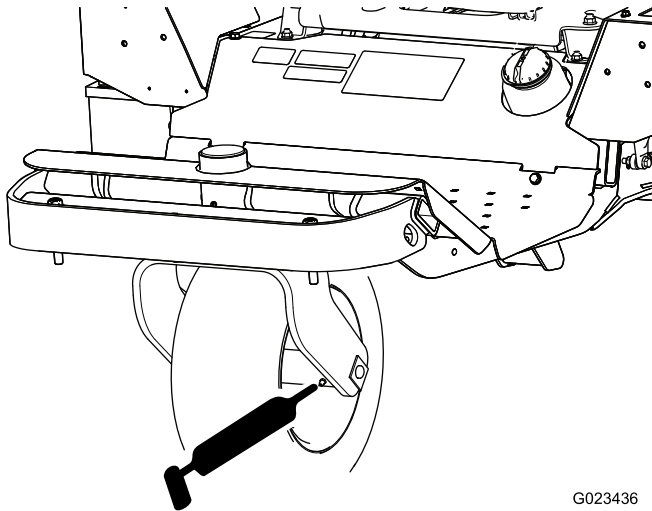

Figura 35
- Cojinete de la rueda delantera (1) – Figura 35